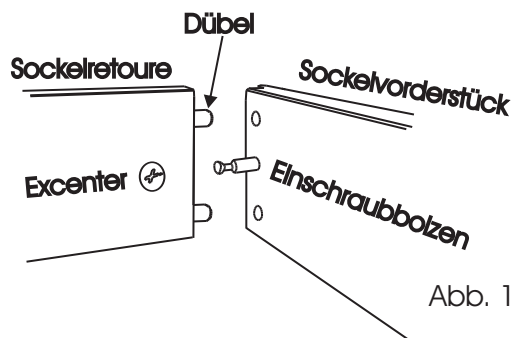

Abb. 1
1. Montieren Sie die Sockel-Retouren mit dem Sockelvorderstück. Hierzu stecken Sie jeweils einen Excenter und zwei Dübel (Ø8x30) in die Sockel-Retouren. Schrauben Sie in das Sockelvorderstück links und rechts einen Einschraubbolzen ein. (Abb. 1)
2. Zeichnen Sie die Position der Kufen an. Hierzu verwenden Sie die mitgelieferte Schablone und halten diese an der vorderen und seitlichen Kante des Unterbodens bündig an. (Abb. 1)